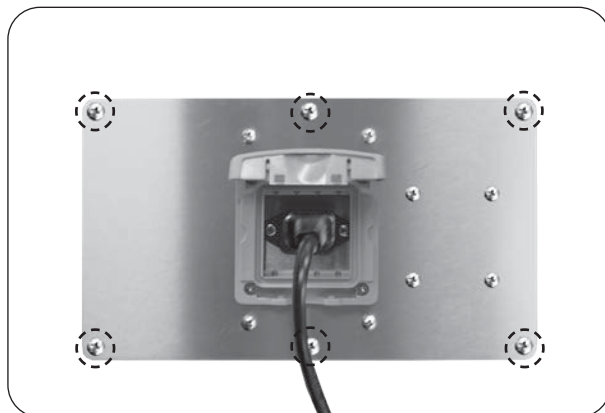

Abb. 38-1 Die 6 großen Schrauben entfernen
2. Lösen Sie mit einem Kreuzschlitzschraubenzieher die 6 großen Schrauben auf der Abdeckung vom Netzteil (siehe Abb. 38-1).